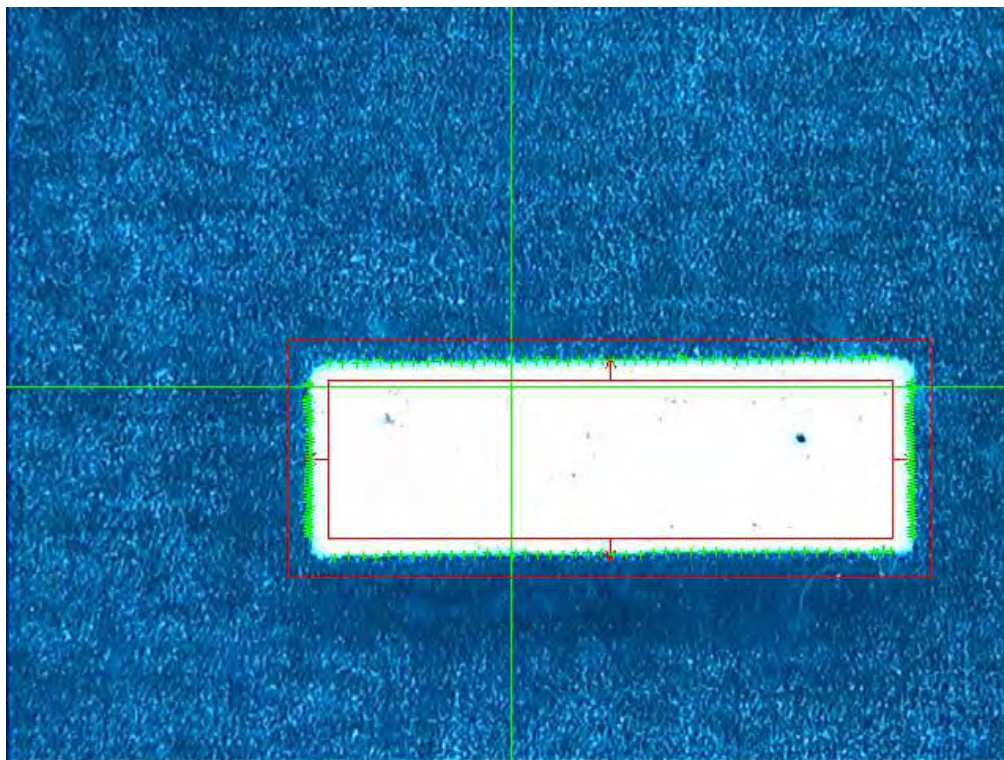

Figure 3-11
- II. Cliquer avec le bouton gauche de la souris lorsque le curseur se trouve à proximité du rectangle souhaité, à l'extérieur de celui-ci. Déplacer le curseur vers un autre coin du même côté du rectangle et cliquer avec le bouton gauche de la souris, puis déplacer le curseur vers le bord du rectangle et cliquer à nouveau. Un cadre rectangulaire s'affiche comme sur la Figure 3-11. Il est possible de modifier la taille du cadre rectangulaire en tirant sur ses côtés.